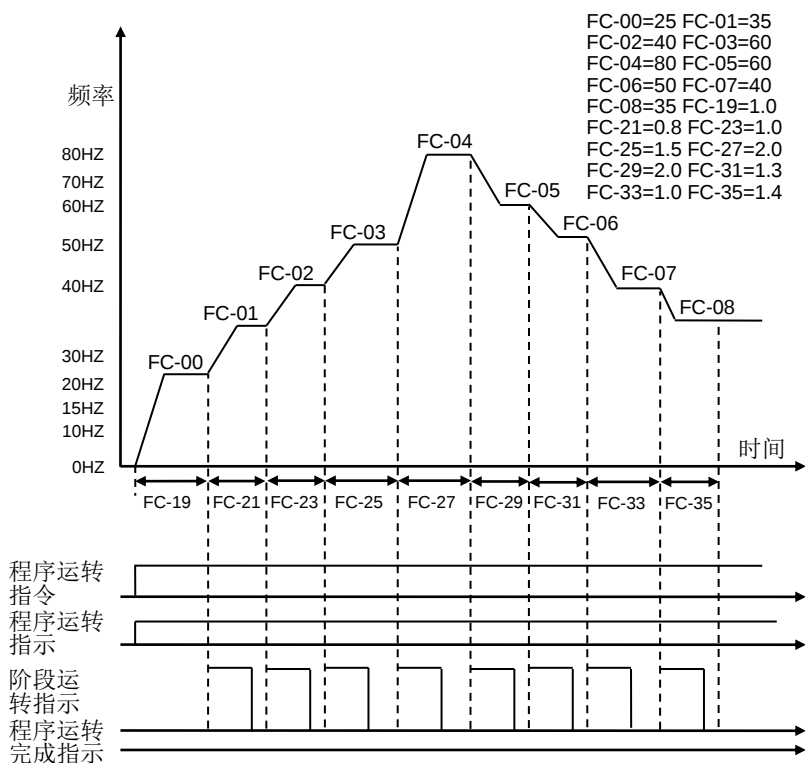

图 6-41A
- **动作说明：**如图 6-41A 所示，当 F0-02=1、FC-16=1、FC-17=9、FC-18=N 时，驱动器从第一段频率（FC-00）开始运行，直到运行最后一段频率（FC-08），且一直按最后一段频率运行，当接收到停止命令时停止运行。